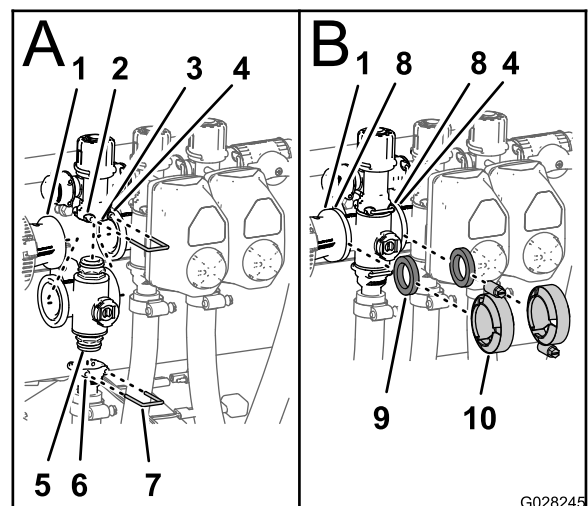

Figura 78
- Inserite il raccordo del tappo terminale superiore della valvola del collettore nel raccordo di bypass (Figura 78 A).
- Fissate il raccordo del tappo terminale al raccordo di bypass inserendo un fermo nella presa del raccordo di bypass (Figura 78 A).
- Montate il raccordo di uscita sul raccordo del tappo terminale inferiore della valvola del collettore (Figura 78 A).